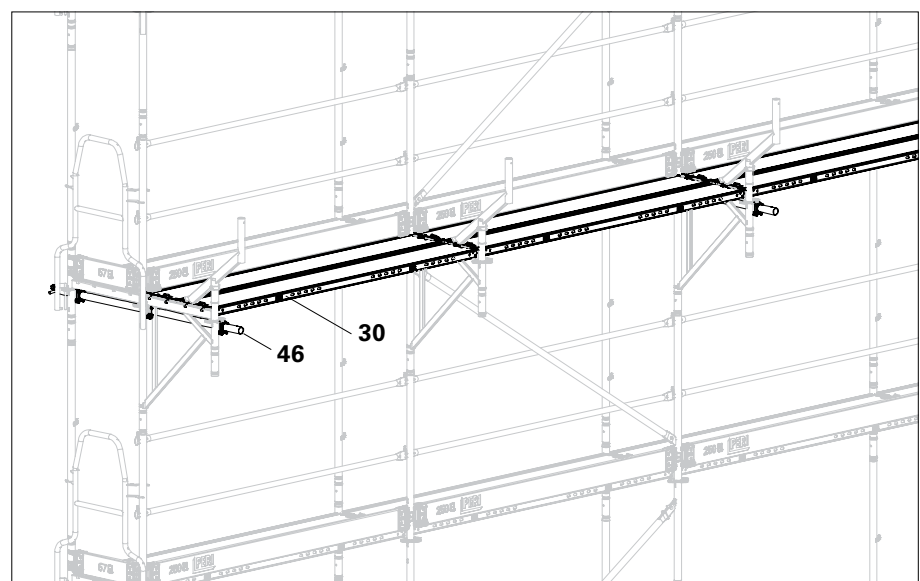

Abb. D3.02
- Jeden zweiten Rahmenzug mit einem Gerüsthalter UWT (46) am Innenstiel, Außenstiel und Konsole ECM verankern. Alternativ mit Dreiecksanker am Innenstiel verankern.
- Siehe Kapitel E5 Ankerraster. (Abb. D3.02)